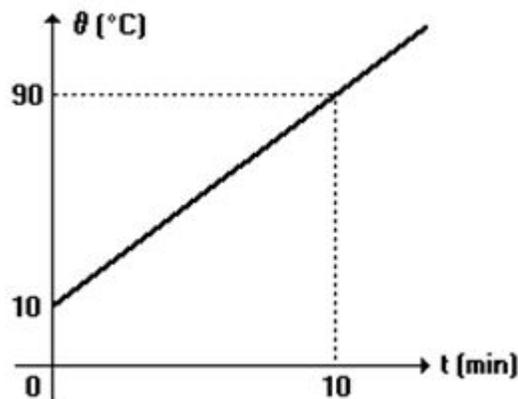

Figura 5.11: Variação de temperatura de um corpo de 100g
11) (Mackenzie) Um corpo de massa 100g é aquecido por uma fonte térmica de potência constante e igual a 400 cal/min . O gráfico, na figura 5.11, mostra como varia no tempo a temperatura do corpo. O calor específico da substância que constitui o corpo, em $\text{cal/g}^{\circ}\text{C}$, é: